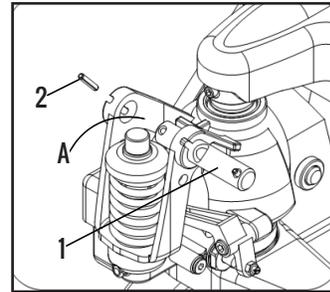

Figura 1
3.1.- Vea figura 1, retire el pasador 2 y jale el pasador 1.